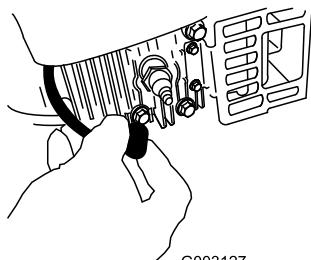

Figure 37
- Débranchez la bougie (Figure 37) avant de procéder à un quelconque entretien.